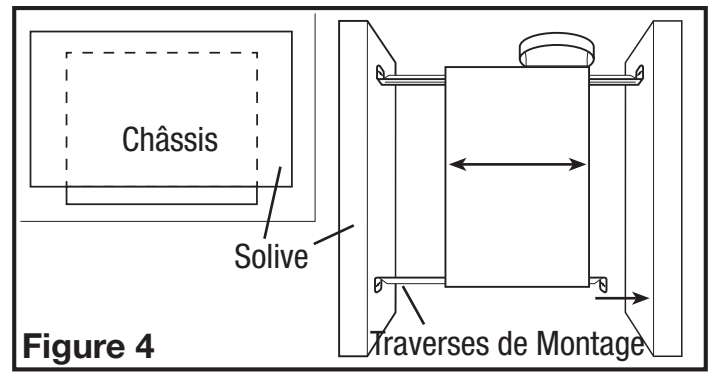
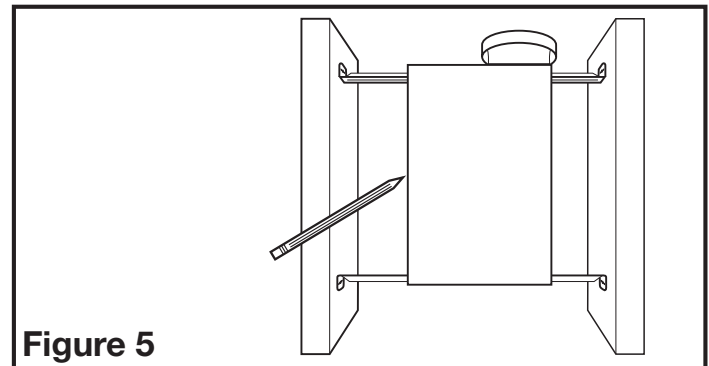

Figure 4
Figure 5
- Installer les traverses sur le châssis et positionner le châssis près de la solive. Aligner le châssis pour qu'il soit à effleurement avec le plafond fini. Fixer les extrémités des traverses avec des clous ou des vis (non-comprises) aux solives et glisser le châssis à sa position finale (**Figure 4**).
- Placer le châssis en position entre les solives et tracer un contour sur le matériau du plafond (**Figure 5**). Mettre le châssis de côté et découper l'ouverture, en prenant soin de ne pas couper ou endommager des câbles électriques dissimulés ou autres utilités. Installer les traverses sur le châssis et positionner le châssis dans le trou percé précédemment afin qu'il soit à effleurement avec le plafond fini. Fixer les extrémités des traverses aux solives (**Figure 4**).